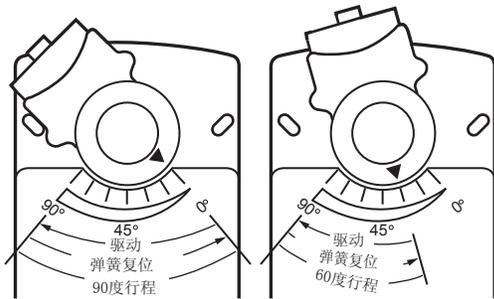

图5 行程减小
3. 将联轴器旋转到所需的故障安全位置，按照行程标志进行对准。见图5。
例如：将联轴器的故障安全位置设定到约35度（如壳体所示），行程会被限制在60度。（见图5）